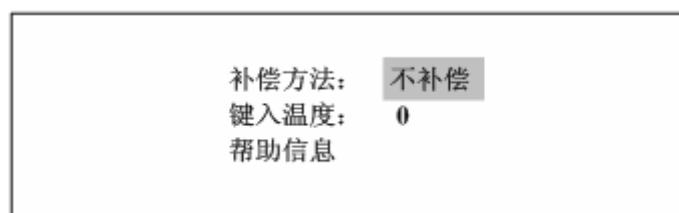

图 16 温度补偿界面
- 按“ENTER”键进入主菜单，按“ $\triangle \nabla$ ”键选择“温度补偿”，再按“ENTER”键进入图 16 所示的“温度补偿”界面。